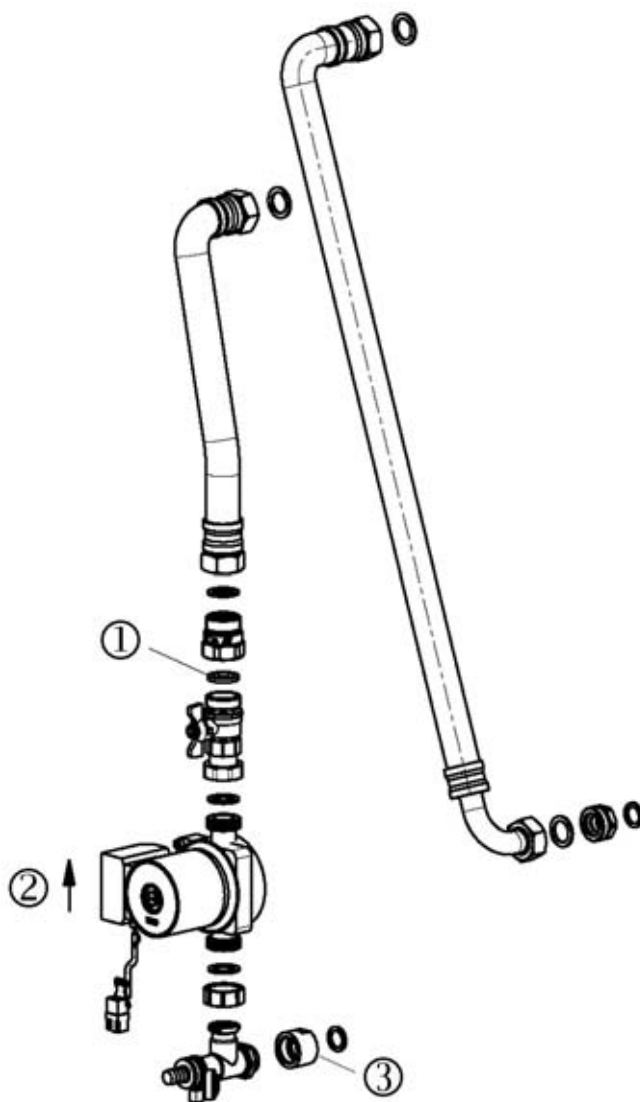

Abb. 48: Darstellung Installation Tiefspeicherladeset
Legende zu Abb. 48:
Die Befüllung der Anlage geschieht über den am Kessel (s. Abb. 37) und Tiefspeicher (s. Abb. 48) vorgesehenen Befüll- und Entleerungshahn.
- Stellschraube des Absperrhahns mit Rückschlagventil deaktivieren. (Die Rückschlagventile befinden sich am Kessel oberhalb der Heizkreispumpe und am Rücklaufanschluss des Tiefspeichers, s. Abb. 48)